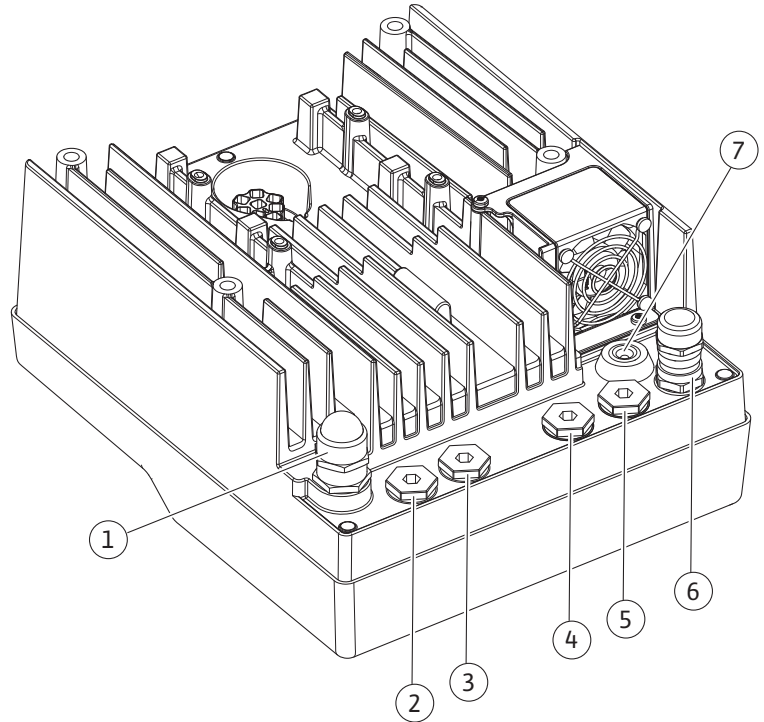

Fig. 10: Kablo rakorları/kablo bağlantıları
| Bağlantı | Kablo bağlantısı | Kablo kılavuzu Fig. 10 Poz. | Klemens no. |
- Bina otomasyonunda CIF modülü (bus iletişimi): Blendaj, elektronik modül üzerindeki kablo kılavuzuna bağlanır (Fig. 10).
4. Kablo bağlantısını kablo rakoru M25 (Fig. 10, poz. 1) üzerinden geçirin. Kablo rakorunu öngörülen tork ile sıkın.